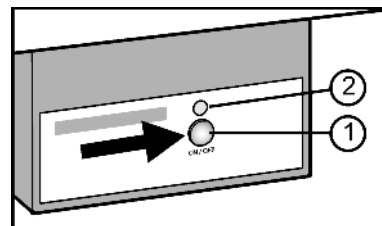

Fig. 11
- ▶ Appuyer sur la touche On/Off Fig. 11 (1) afin que la DEL Fig. 11 (2) s'allume.